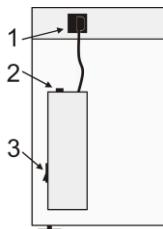

Рисунок 5
- 8.3.2. Предохранитель розетки (для моделей с внутренними розетками). Отсоедините прибор от сети. Открутите крышку держателя предохранителя (рис. 5/2 или 6/FU1). Проверьте предохранитель и, при необходимости, замените, **M 5,0 A** (тип **M** - time lag: **Medium**).